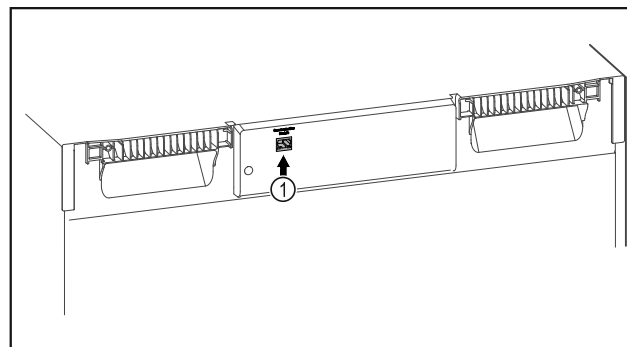

Fig. 113
- ❑ SmartModule Fig. 113 (1) inserito.